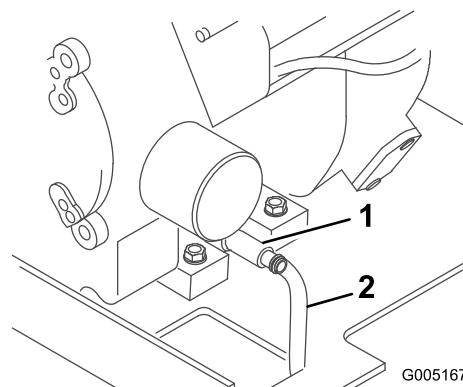

Figure 20
3. Raccordez une extrémité du flexible au robinet de vidange et placez l'autre dans un bac (Figure 20).
4. Ouvrez le robinet de vidange d'huile en le tournant dans le sens antihoraire et en le tirant (Figure 20).